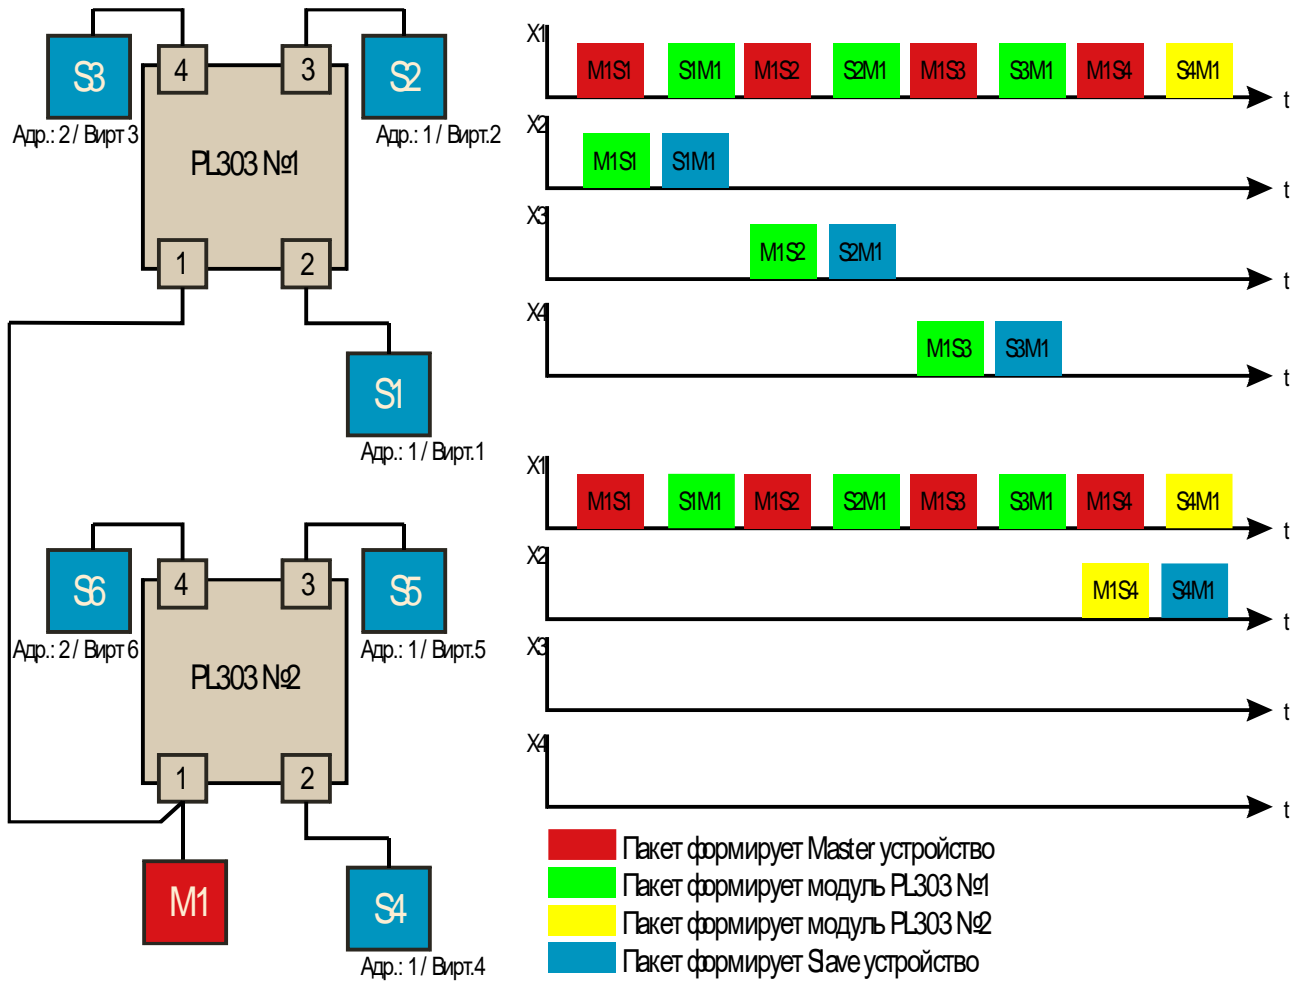

Рисунок 2.6
На рисунке ниже (Рисунок 2.6) приведена другая возможная рабочая ситуация. Два модуля PL303 подключены к одному Master-устройству. При этом четыре Slave устройства имеют одинаковые адреса (1). Чтобы Master-устройство имело возможность опрашивать все устройства в сети - каждому из них присвоен виртуальный адрес от 1 до 6 (см. подписи на рисунке).